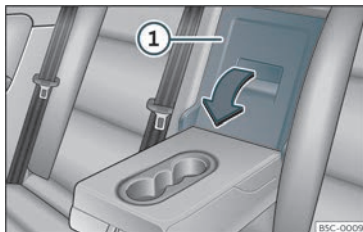

Fig. 119 Sullo schienale del sedile posteriore: apertura della sponda.
- Tirare la leva di sblocco nel senso della freccia e ribaltare completamente in avanti la copertura della sponda»» fig. 119 ①.